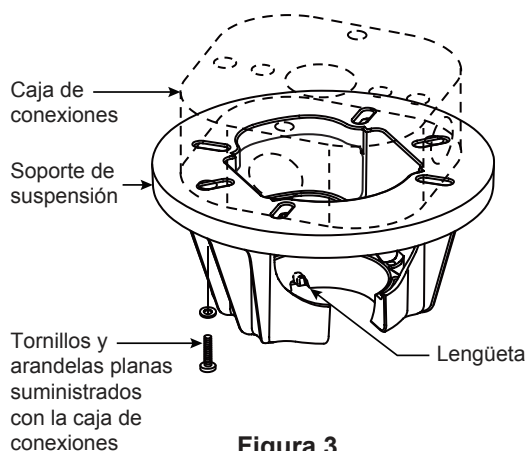
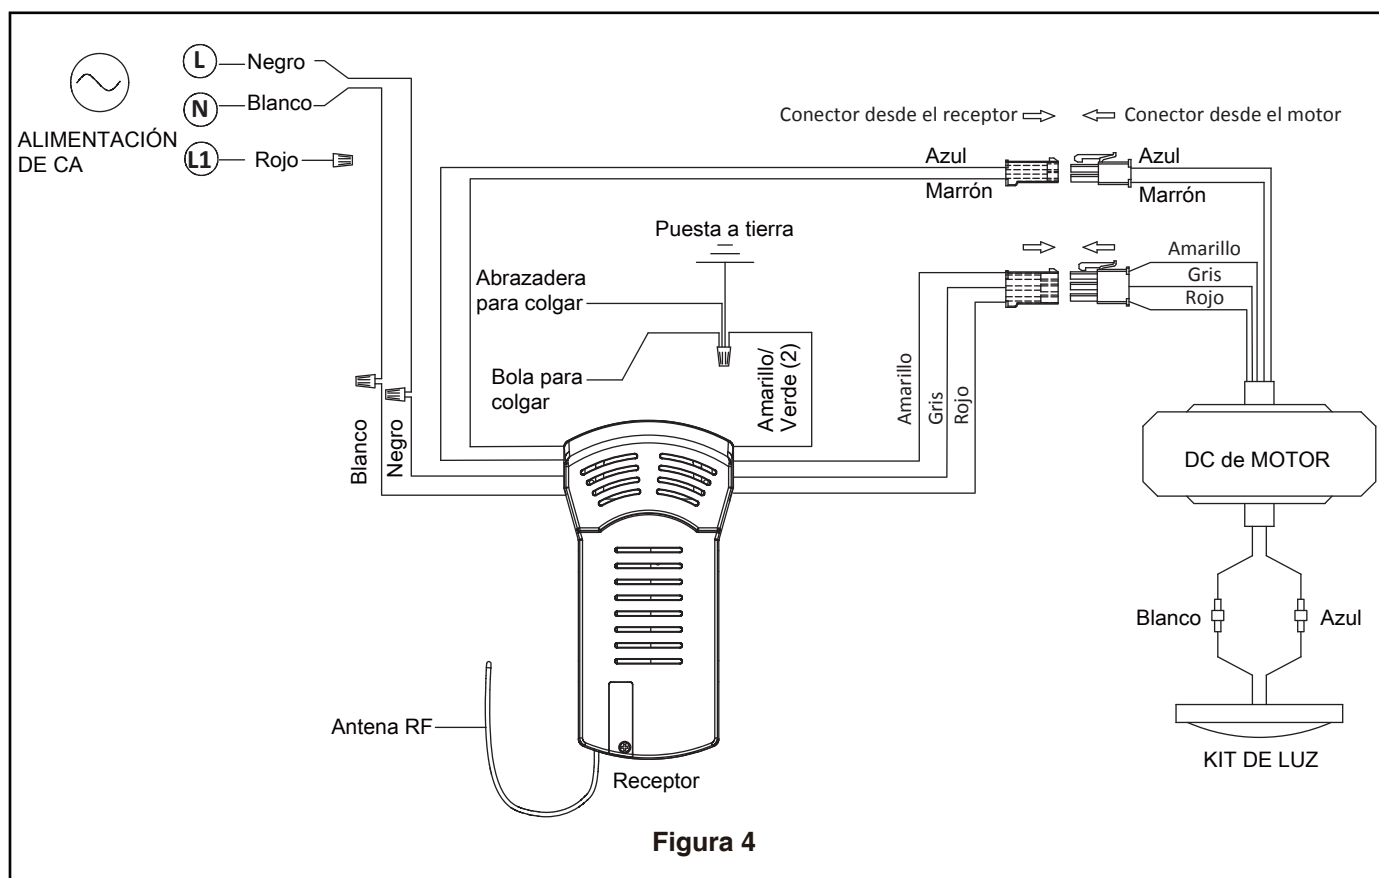

Figura 3
Figura 4
Uso del soporte (Figura 3)
3. Afloje los dos tornillos de fijación del soporte del barral de soporte para techo a través de la varilla. Introduzca los cables a través de la varilla. (Figura 3)
- ☐ 1. Fije bien el soporte de suspensión a la caja de conexiones con los tornillos y las arandelas planas suministrados con la misma. (Figura 3)
NOTA: Se deben pasar los tornillos de la caja de conexiones a través de los orificios que se encuentran en el soporte de suspensión. (Figura 3)
- ☐ 3. Con cuidado, levante el ventilador y apoye la unidad del barral/de la semiesfera en el soporte de suspensión que acaba de fijar a la caja de conexiones. (Figura 4) Asegúrese de que la ranura en la semiesfera esté alineada con el reborde del soporte de suspensión. (Figura 3)
2. Deslice el receptor en el soporte de suspensión antes de realizar el cableado como se muestra en la figura 3.
3. Realice las conexiones de cables al bloque del terminal como se muestra en la Figura 4. Conecte el conector de 2 clavijas desde unidad del motor conexión a la receptor, instale el conector de 3 clavijas desde unidad del motor conexión a la receptor.
Instale la cubierta del cable del kit de iluminación en la unidad del carcasa de interruptor usando los tornillos extraídos en paso 3 y fije bien los tres tornillos. (Figura 4)